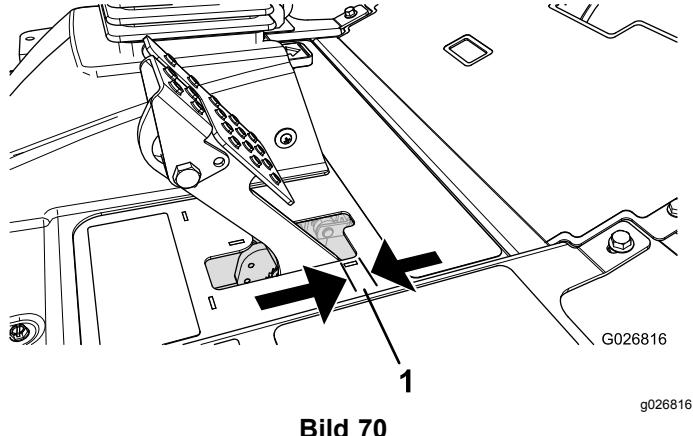

Bild 70
Stellen Sie die Bremsen ein, wenn das Bremspedal mehr als 2,5 cm Spiel hat, oder wenn die Bremsen nicht mehr gut genug greifen (Bild 70). Als Spiel gilt die Entfernung, die das Bremspedal zurücklegt, bevor ein Bremswiderstand spürbar ist.
2. Ziehen Sie die hintere Mutter an, um den Zug nach hinten zu bewegen, bis die Bremspedale ein Spiel zwischen 6,3 mm und 12,7 mm haben, bevor die Radsperrre auftritt (Bild 70).